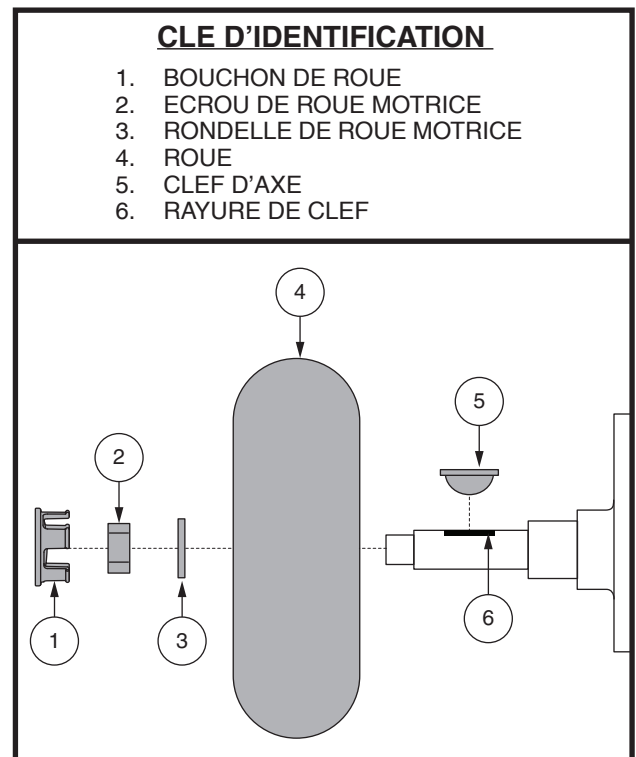

Figure 31. Enlèvement de la roue motrice
3. Enlever le bouchon de roue, l'écrou et la rondelle de roue motrice sur l'essieu. **Voir la figure 31.**
4. Retirer les écrous de la roue motrice de le moyeu. **Voir la figure 31.**
9. Glisser la nouvelle roue en place. Assurez-vous que la clef est bien ancrée dans la rayure de clef. **Voir la figure 31.**